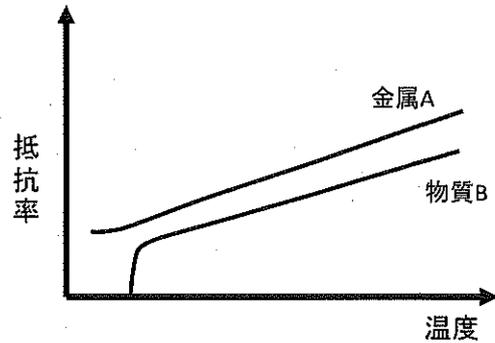

図2 電気抵抗率の温度依存性
(1) 図2は, ある金属Aおよび物質Bの電気抵抗率の温度依存性を模式的に示している。以下の問1)~4)に答えなさい。
つぎに、プラスミド K 中の遺伝子 J の開始コドンのすぐ上流に、(イ)SD配列を挿入したプラスミド N を構築した。N を大腸菌 M に導入して組換え株 P を作製し、P と M をそれぞれ培養した。P と M の菌体を破碎して調製した粗抽出液を同様の手続きで免疫検出を行ったところ、図2に示す結果が得られた。サイズマーカーのバンドの位置はメンブレンの外にそれぞれ示されている。
- (5) 図2のレーン③に観察されるバンド (a) は何が検出されたものであるか答えなさい。
- (6) 図2のレーン③に観察されるバンド (b) は何が検出されたものであるか。考えられる可能性について1つ答えなさい。